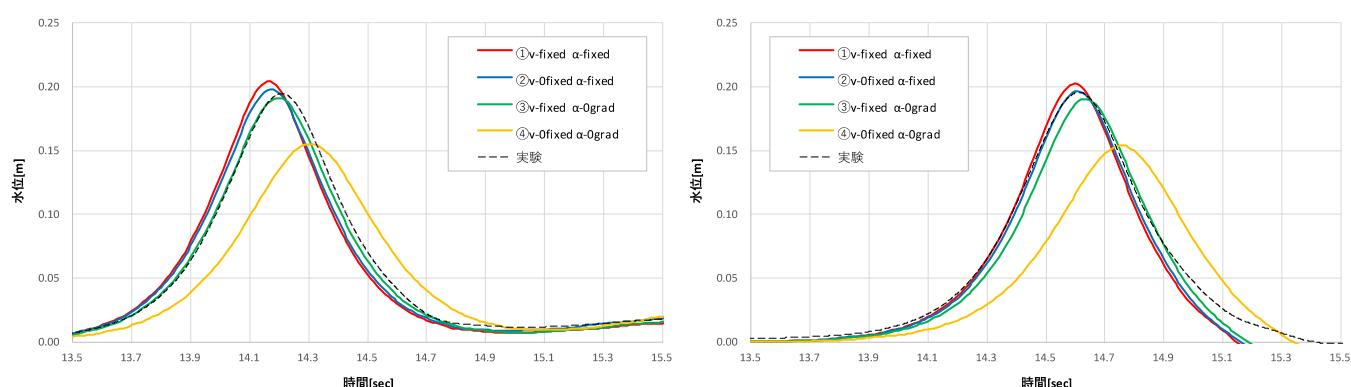

図 2 造波手法による時刻歴水位の比較
また上に述べた造波方法①の他に、造波境界で  $v$  を 0 固定とした方法②、 $\alpha$  を勾配 0 とした方法③、 $v$  を 0 固定かつ  $\alpha$  を勾配 0 とした方法④の 4 通りで波高検定を実施し、造波手法を比較した。図 2 に結果を示す。①、②、③は実験と良い一致が見られるが、④は実験水位を有意に下回る結果となった。